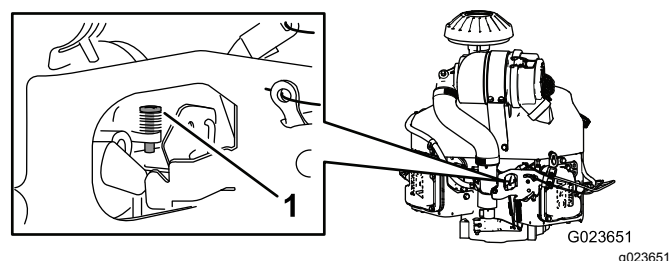

図 67
4. キャブレターのストップねじ 図 67 を使って、アイドル速度を 1350 - 1550 rpm に調整する。